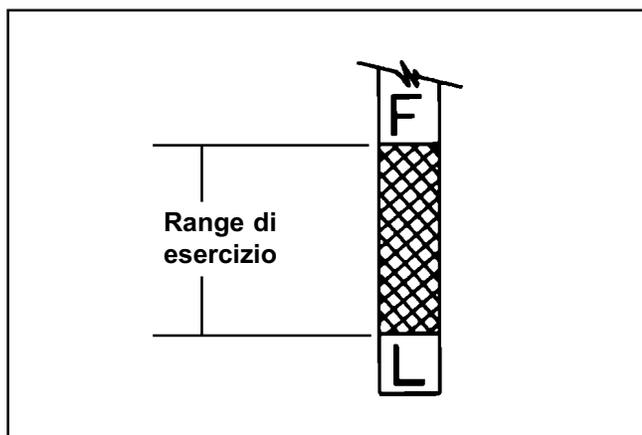

Figura 6-5. Astina di livello dell'olio.
4. Rimuovere l'astina e controllare il livello dell'olio. Il livello dell'olio deve essere alto, ma non superare il segno "F" sull'astina. Vedere Figura 6-5.